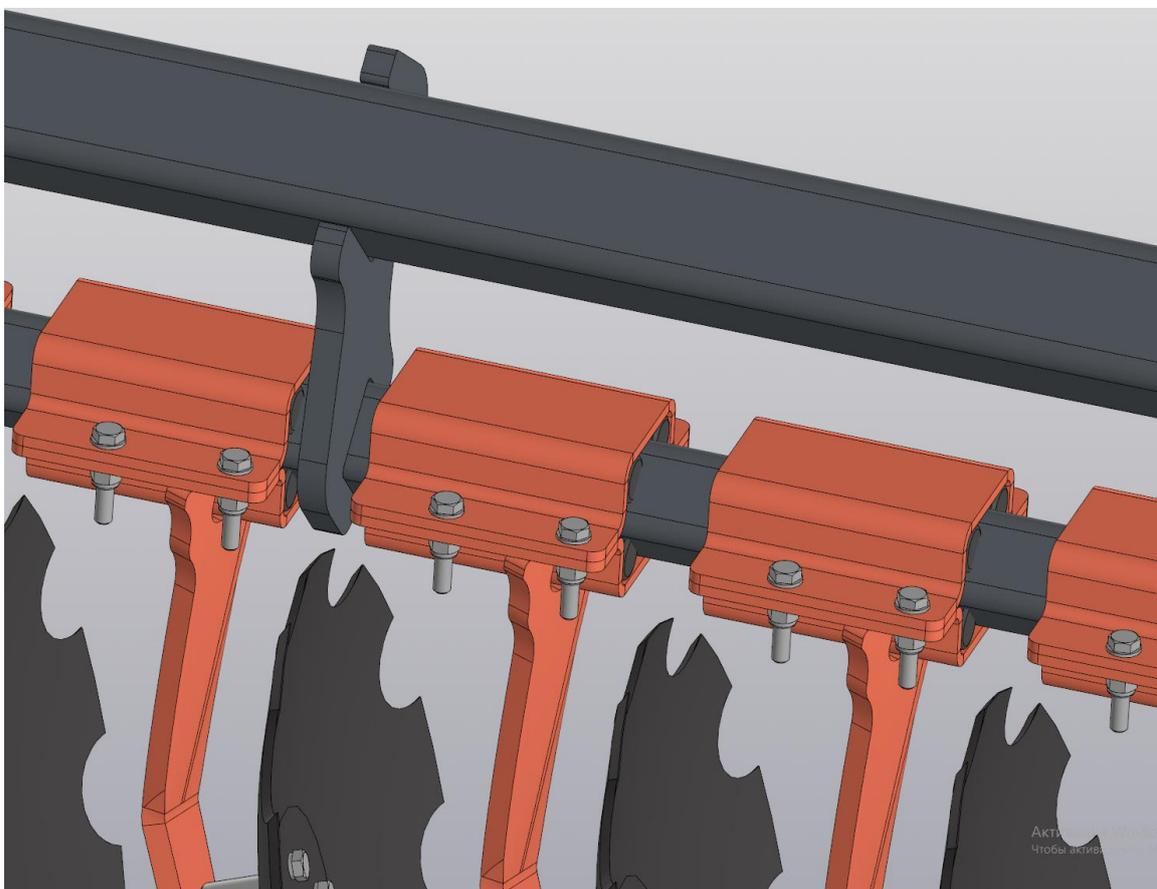

Рисунок 10 – Установка демпферов в кронштейнах
**ВНИМАНИЕ!** При установке демпферов (поз. 2) в кронштейны (поз.1) и в кронштейны стоек (поз.3) важно, чтобы демпферы не выступали за края кронштейнов (рисунок 10). После затяжки болтов, демпферы будут выступать («вылезти») равномерно с двух сторон. Таким образом, в дальнейшем при работе дисковой бороны не будет смещения демпферов из кронштейнов!